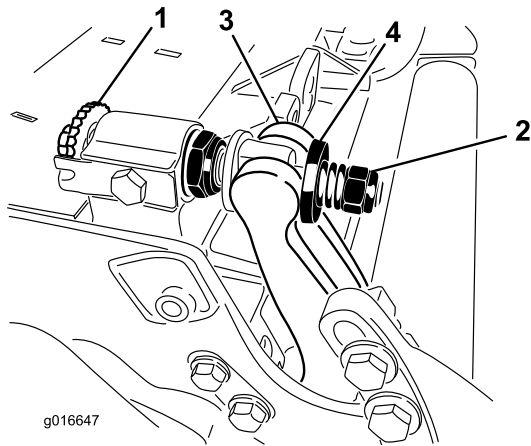

图30
1. 逆时针旋转底刀架调节螺丝将底刀后撤离开滚刀 图 30。
2. 退出弹簧加压螺母直到垫圈不再对底刀架 图30 施压。